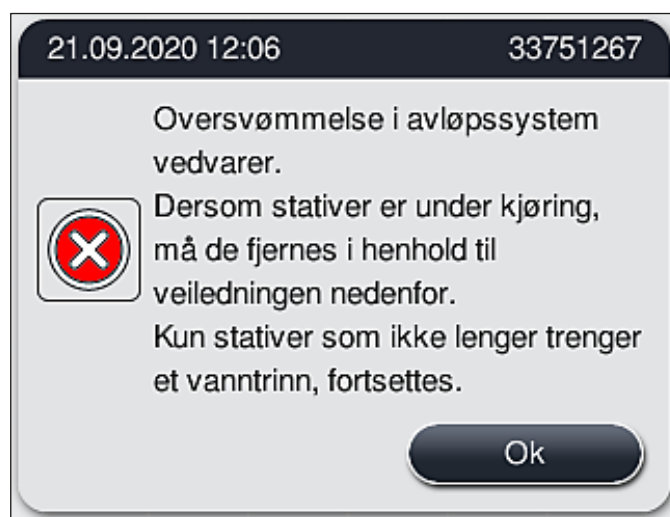

Fig. 125
3. Hvis blokkeringen ikke kan fjernes til tross for alle forsøk, deaktiveres vannstasjonene på grunn av det vedvarende kritisk høye vannivået. Vannstasjonene vises som defekte på skjermen. For å avbryte ett eller flere programmer trykker du enten (→ "Fig. 123-2") eller (→ "Fig. 124-2") for å starte den kontrollerte avbrytningsprosessen. Programmer som ikke krever vanntrinn, fortsetter til slutten av fargeprosessen. Alle gjenværende stativer som fremdeles krever minst ett vanntrinn, må avbrytes og fjernes fra instrumentet. Bekreft følgende melding (→ "Fig. 125") ved å trykke på **OK**.